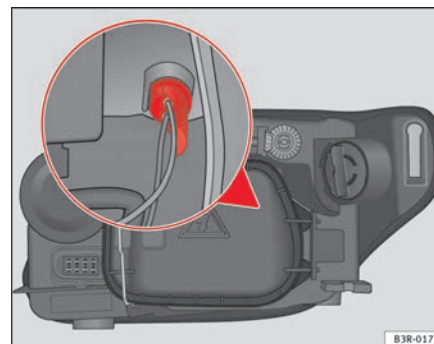

Fig. 217 Lâmpada da luz de presença
- Extraia o porta-lâmpadas agarrando-o pela pega ⇒ **fig. 217** (também se pode extrair puxando pelos cabos do porta-lâmpadas).